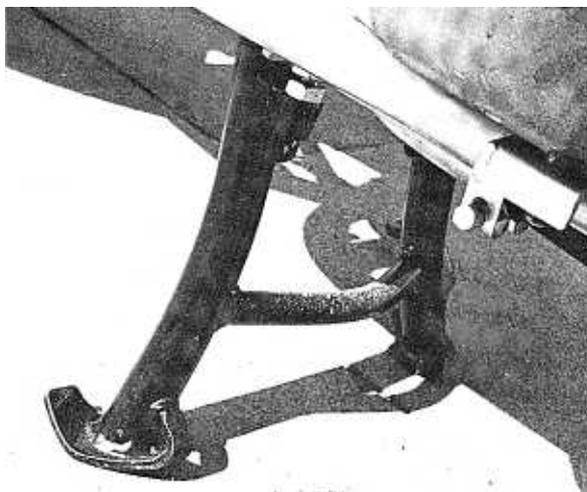

Bild 245
- Der Mittelständer hingegen ist ein Meisterstück (Bild 245). Er lässt sich leicht ein- und ausklappen, ist auf festem Grund sehr standfest und setzt auch bei scharfer Kurvenfahrt nicht auf. Er dreht sich auf zwei Buchsen um zwei am Rahmen angeschweisste Lagerböcke. Der Ausbau ist wegen der versteckten Lage unter dem Getriebegehäuse und der starken Rückholfeder nicht ganz einfach. Zum Ausbau die Maschine gut unterstützen - der Seitenständer ist dazu zu wenig standfest-, und die beiden Lagerzapfen und Buchsen ausbauen, dann fällt die Feder ab. Die ungeschmierten Buchsen müssen nach längerer Betriebszeit ersetzt werden.